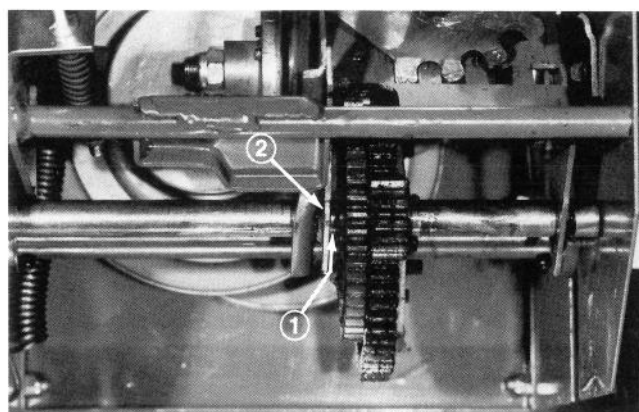

Figure 35
3. Mettez le sélecteur en position de vitesse No. 3 et appuyez sur la plaque du sélecteur pour déplacer l'assemblage de transmission vers la droite. Cet assemblage doit toucher la goupille. Sinon, poussez-le vers la droite pour établir le contact (Fig. 35).